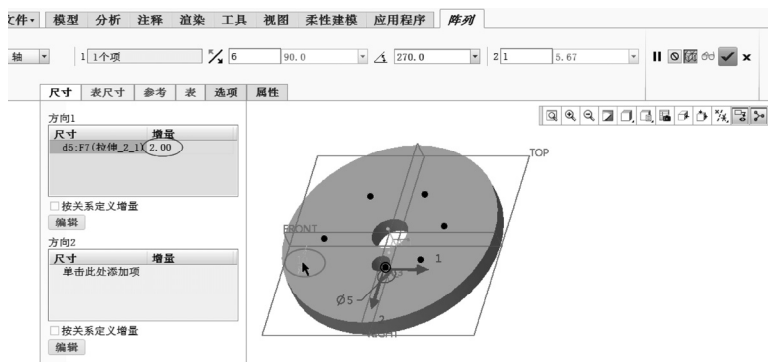

图 5-71 设置用于增加各成员径向尺寸的增量
- 6) 在“阵列”选项卡中单击“尺寸”标签, 以打开“尺寸”面板, 接着激活“方向 1”的尺寸收集器, 在模型窗口中单击数值为“10”的尺寸, 然后设置该尺寸增量为“2”, 如图 5-71 所示。